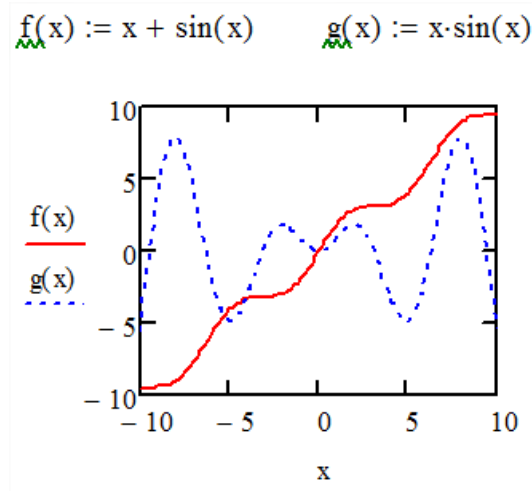

Рисунок 3.18 – Построение двух графиков на одной диаграмме
**Пример 3.5.** Построение графиков функций  $y = f(x)$  и  $g(x)$  приведено на рис. 3.18.